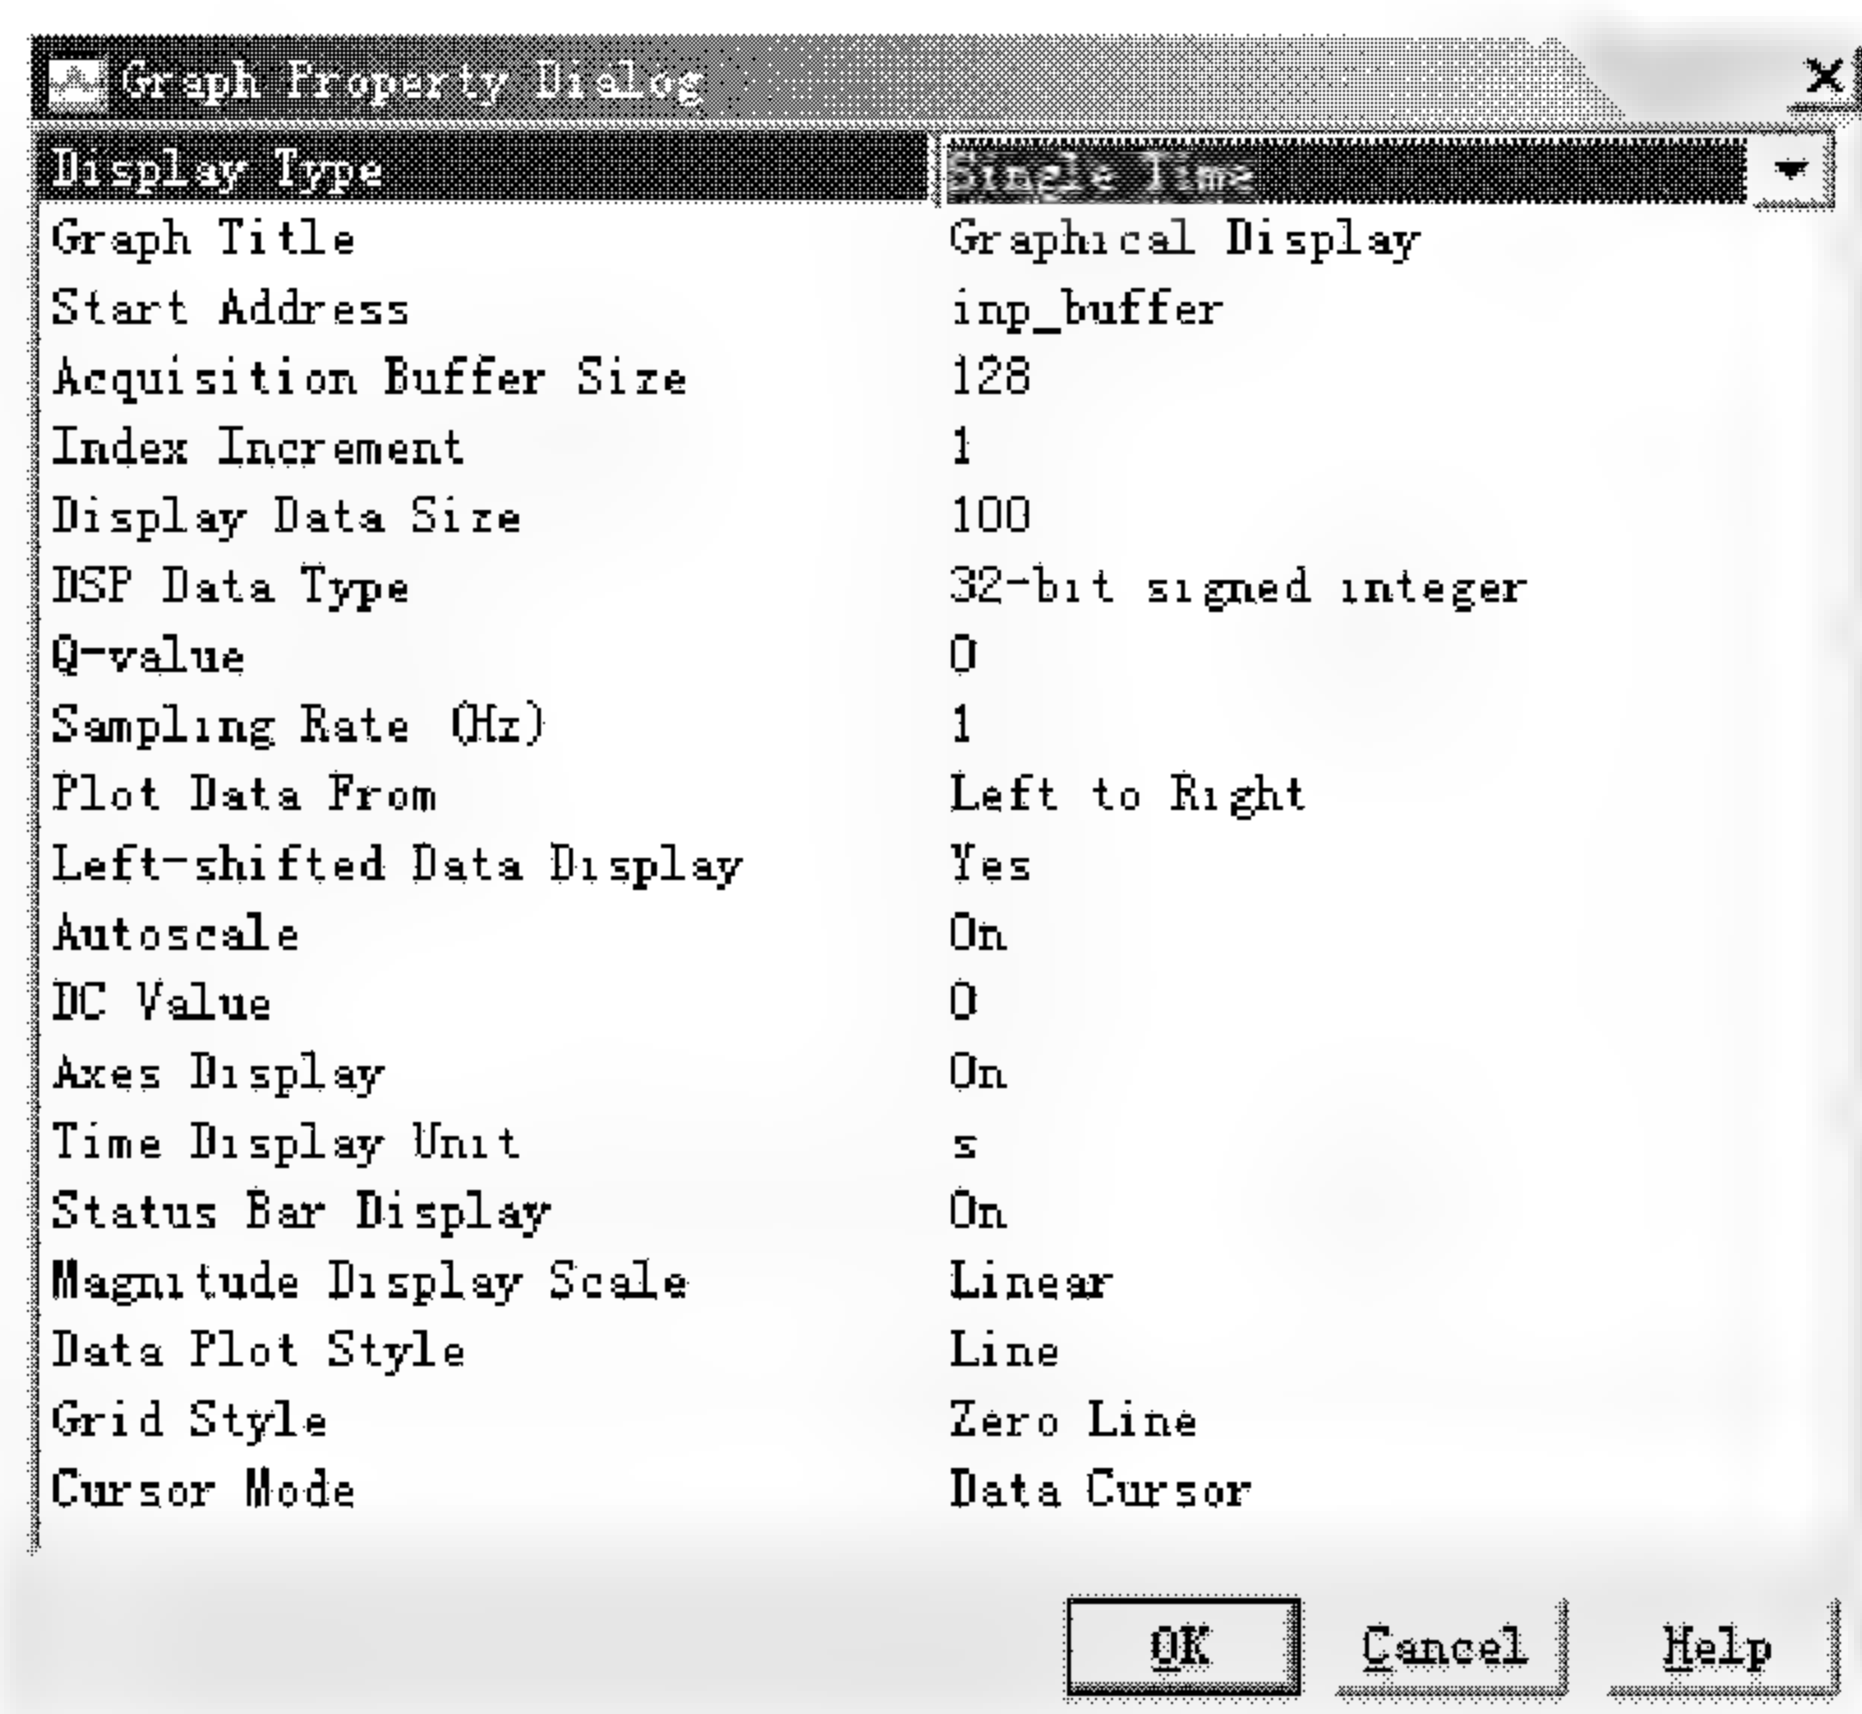

图 3.19 图形属性设置窗口
(1) 选择 **View** → **Graph** → **Time/Frequency**, 打开图形属性设置窗口(Graph Property Dialog),如图 3.19 所示。